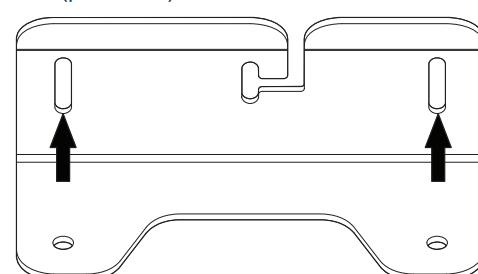

Рис. 64 Продолговатые отверстия углового кронштейна
- 16.** Поднять привод с угловым кронштейном (рис. 64) с помощью автопогрузчика до контакта с нижней стороной продолговатых отверстий (рис. 64). Запрещено поднимать привод непосредственно на вилах автопогрузчика. Сначала нужно установить деревянный блок, например, между опорными поверхностями.
7. Установить вилы автопогрузчика под привод (рис. 64/4).